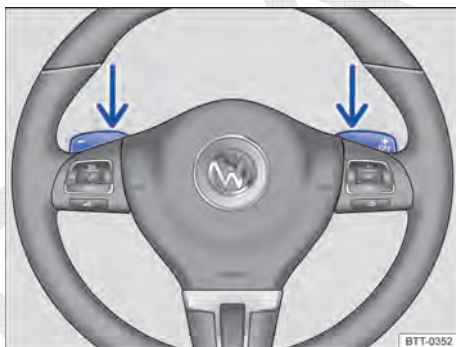

Fig. 105 Volante com dois seletores para troca de marcha no modo manual.
- No programa de condução **D**, **S** ou **M** (modo manual), acionar os seletores basculantes no volante ⇒ Fig. 105.
- **OU:** engatar com as chaves de mudança no volante \Rightarrow Fig. 105.